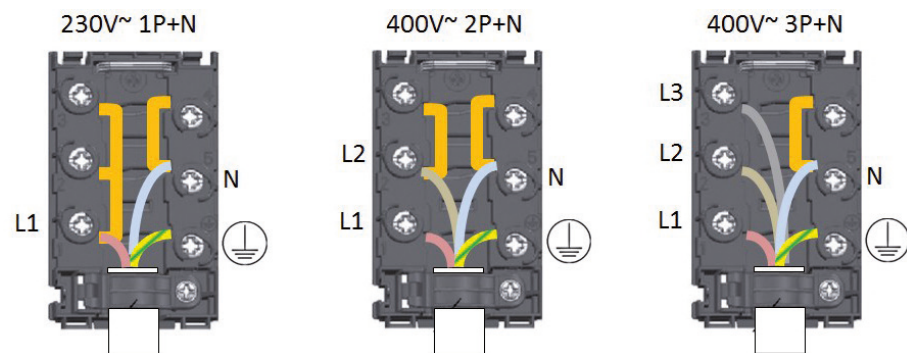

FIGURE 8
5. Connectez les fils au bornier en respectant les schémas de raccordement ci-dessous (figure 8).